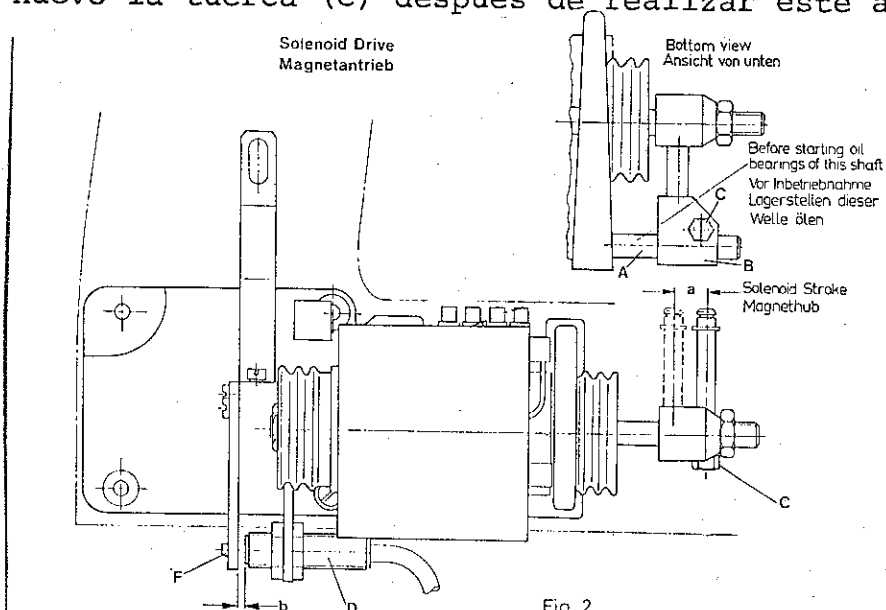

Fig. 2
Aflojar la tuerca (C, Fig. 2) y mover segun se requiera la parte superior (B) del eje (A). Para conseguir la dimension deseada 'A' (Fig. 2) de acuerdo con la tabla siguiente:
La dimensión "b" (Fig. 2) se ajusta cuando el motor esta conectado, segun parrafo 12.